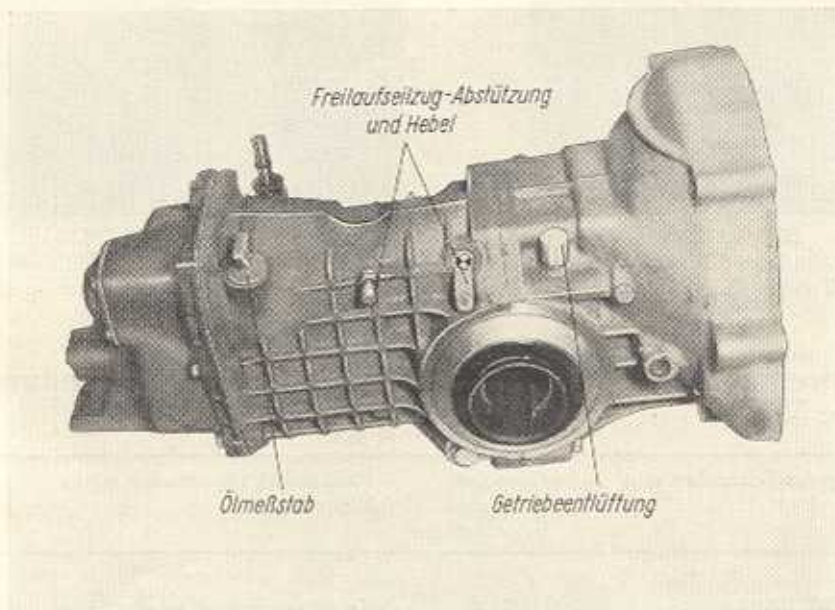

Bild G 132. Abstützung für Freilaufseilzug
3. Abstützung für Freilaufseilzug auf Abstand 19 mm von der Bohrung zum Getriebegehäuse einschrauben und mit Sechskantmutter kontern, die Bohrung ist dabei in Richtung Sperrhebel um etwa 12° zur Getriebeängsrichtung verdreht (Bild G 132).